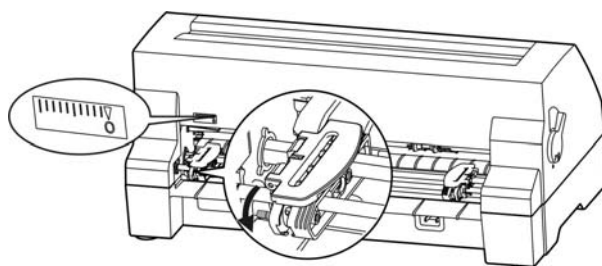

图 3-10 调整链轮位置
5. 将左链轮移至左边适当位置（“0”位置表示横向起始打印位置）。左链轮移至最左时，打印起始位置距纸定位孔中心约 11.75cm。按下左链轮锁定杆以锁定左链轮。将右链轮移至适当位置，但不要锁定其位置（如图 3-10 所示）。